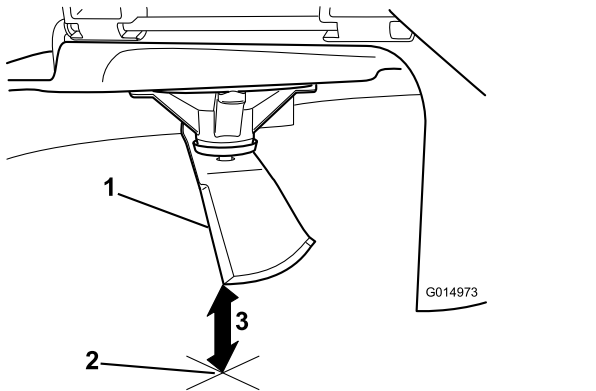

Figure 55
3. Mesurez la distance entre la pointe de la lame et la surface plane (**Figure 55**).